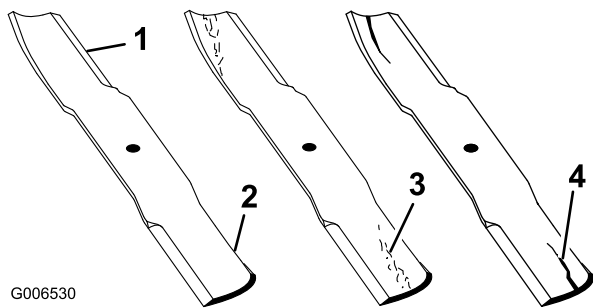

Figure 47
1. Examinez le tranchant des lames (Figure 47). Si les lames sont émoussées ou présentent des indentations, déposez-les et affûtez-les. Voir Affûtage des lames (page 39).
2. Inspectez les lames, surtout la partie relevée (Figure 47). Remplacez immédiatement toute lame usée ou qui présente une fissure ou une entaille (repère 3. de la Figure 47).
relevée seulement (Figure 47). Répétez la procédure jusqu'à ce que la lame soit équilibrée.